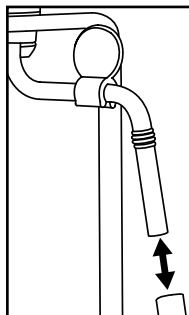

Figura 3
- 5) Scoateți învelișul dispozitivului de spumare a laptelui 10 (figura 3) și curățați-l cu atenție în apă caldă.
- 7) Împingeți la loc învelișul pe duză (figura 3).